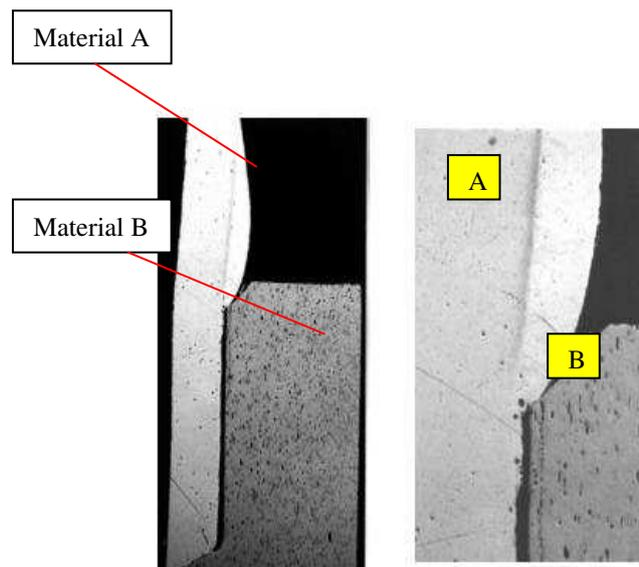

Figura 9: exemplo de caso que não ocorreu o efeito capilar.
2.4 Capilaridade - é a propriedade dos fluidos de subir ou descer em determinadas folgas. Ela determina a distância a ser percorrida pelo líquido ao longo da junta, ou seja, descreve o escoamento do metal de adição no processo de brasagem. Um exemplo que permite consolidar o entendimento sobre o efeito de capilaridade está mostrada na figura 9, pois devido a não molhabilidade do material B, não ocorreu o fenômeno do efeito capilar e consequentemente não ocorreu a brasagem.